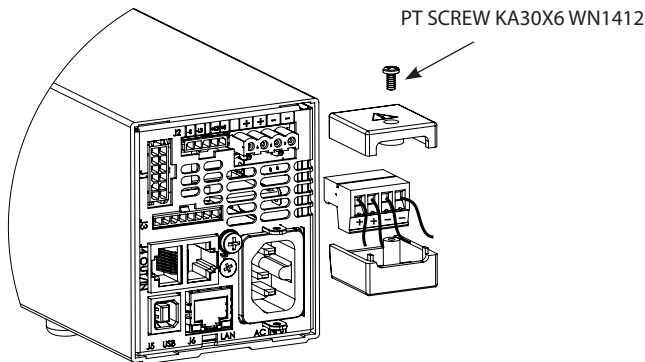

Fig. 3-5: Plug shield mounting
4. Assemble the protective shield to the plug and tighten the screw to fix the shield to the plug (see Fig.3-5).
Ensure that the protection of output plug is mounted and properly assembled, and that the plug protection is locked by PT type screw as described in Fig. 3.5
Bei Einsatz einer Stromversorgung größer 60VDC Nennspannung besteht eine potentielle Gesundheitsgefahr durch elektrischen Schlag. Schalten Sie keine Stromversorgung mit einer Ausgangsspannung größer 60VDC EIN, ohne dass die Schutzabdeckung des Ausgangssteckers montiert ist. Stellen Sie sicher, dass die Schutzabdeckung des Ausgangssteckers fachgerecht montiert wurde und wie in Bild 3.5. dargestellt mit 2 PT-Typ Schrauben gesichert ist.